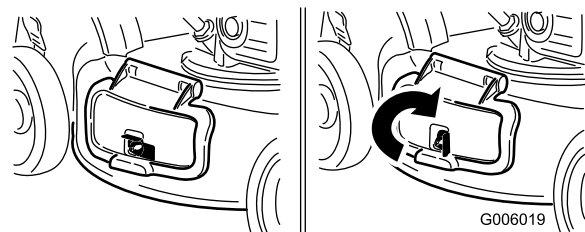

Figura 35
**Importante:** Dopo aver chiuso lo sportello di scarico laterale, bloccatelo (Figura 35).